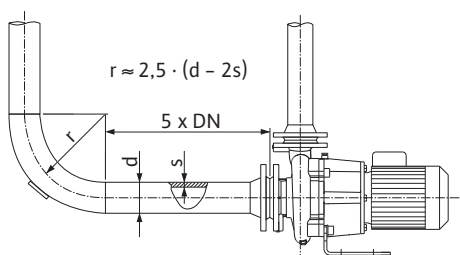
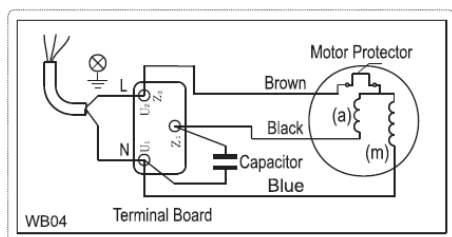

Fig. 4: Summutusala pumba ees ja järel
Fig. 5: Wahelduvvooluühendus
- Võrguühendus oleneb mootori võimsusest P₂, toitepingest ja sisselülitusviisist. Ühendussildade vajalikku lülitust klemmikarpides vaadake järgmisest tabelist ning joonistelt Fig. 4 ja Fig. 5.